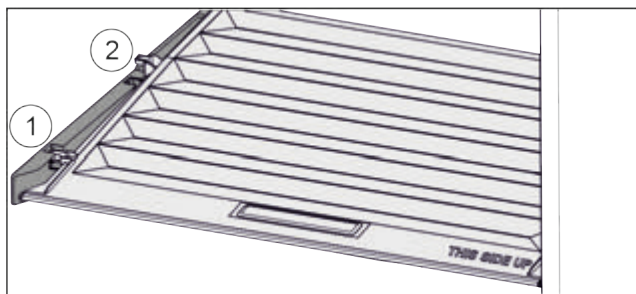

Fig. 128
- ▶ Кришку до отвору в деталях для підтримки потягнути вперед Fig. 128 (1).
- ▶ Підняти ззаду низу та вийняти Fig. 128 (2) вгору.